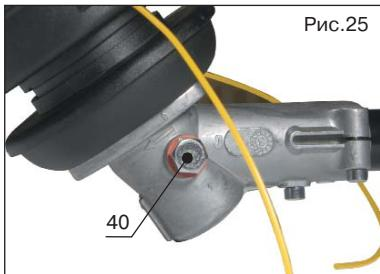

Рис.25
1. Отвернуть винт (поз.40, рис.25)
3. Затянуть винт (поз.40, рис.25)